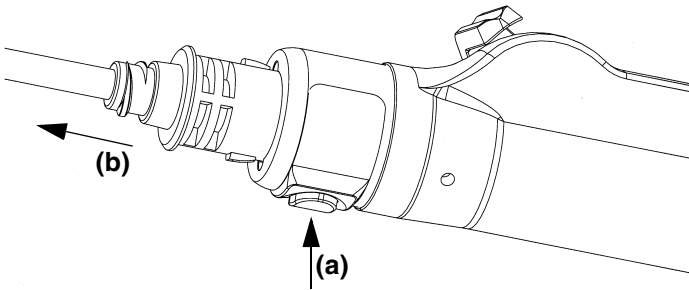

Abbildung 4: Entfernen einer Klinge
4. Zum Entfernen einer Klinge die Schnellarretierungstaste am Handstück (a) drücken und die Klinge (b) herausziehen. (Siehe Abbildung 4.)